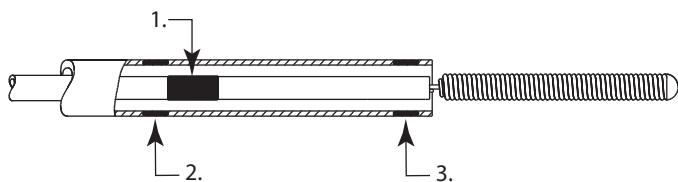

Figura 2
- Continuare a fare avanzare la spirale staccabile AXIUM™ finché il marker di allineamento della spirale sullo spingitore di inserimento non si trovi in posizione appena distale rispetto al marker prossimale del microcatetere (v. figura 2).